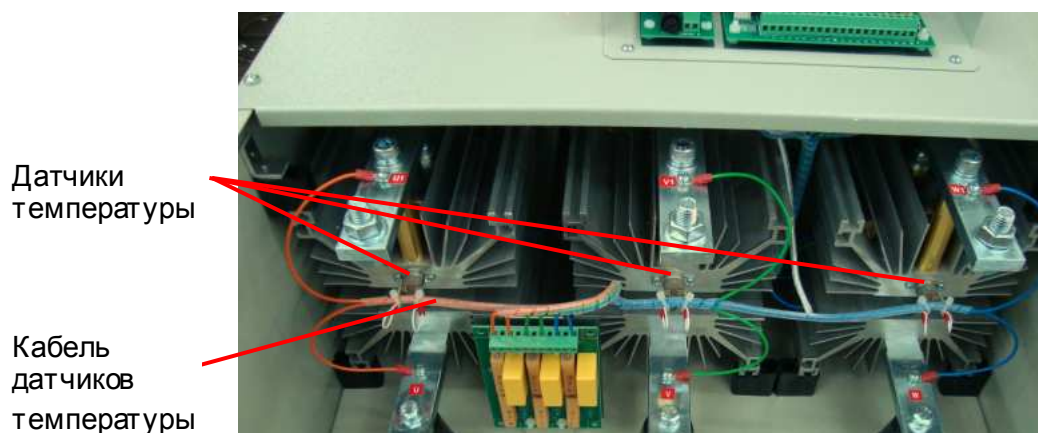

Рис. 6.16
6.10.2. Отсоединить разъем кабеля датчиков температуры от клемм датчика температуры (рис. 6.16).